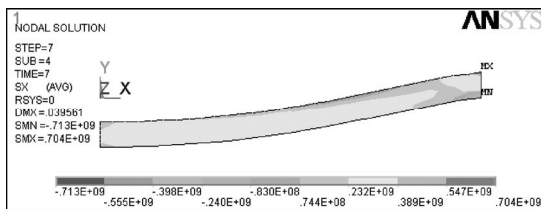

图 5-77 X 方向应力等值线图
6) 选择 Main Menu | General Postproc | Plot Results | Contour Plot | Nodal Solu 命令, 出现 Contour Nodal Solution Data 对话框, 在 Item to be contoured 列表框中选择 Nodal Solution | Stress | X-Component of stress, 单击 OK 按钮, ANSYS 窗口将显示如图 5-77 所示的 X 方向应力等值线图。